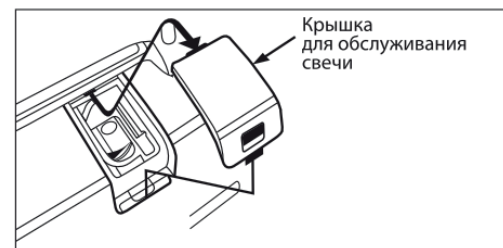

Рисунок 18.
1. Откройте крышку для обслуживания свечи (рис. 18).